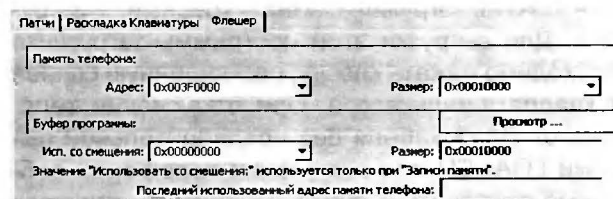

Рис. 1.1.23. Настройка записи в Fullflash
2. Нажимают кнопку «Открыть файл» и выбирают файл, содержащий часть fullflash. Выбранный файл будет загружен в буфер программы, а его размер и последний использованный адрес будут отображены в соответствующих полях (рис. 1.1.23).